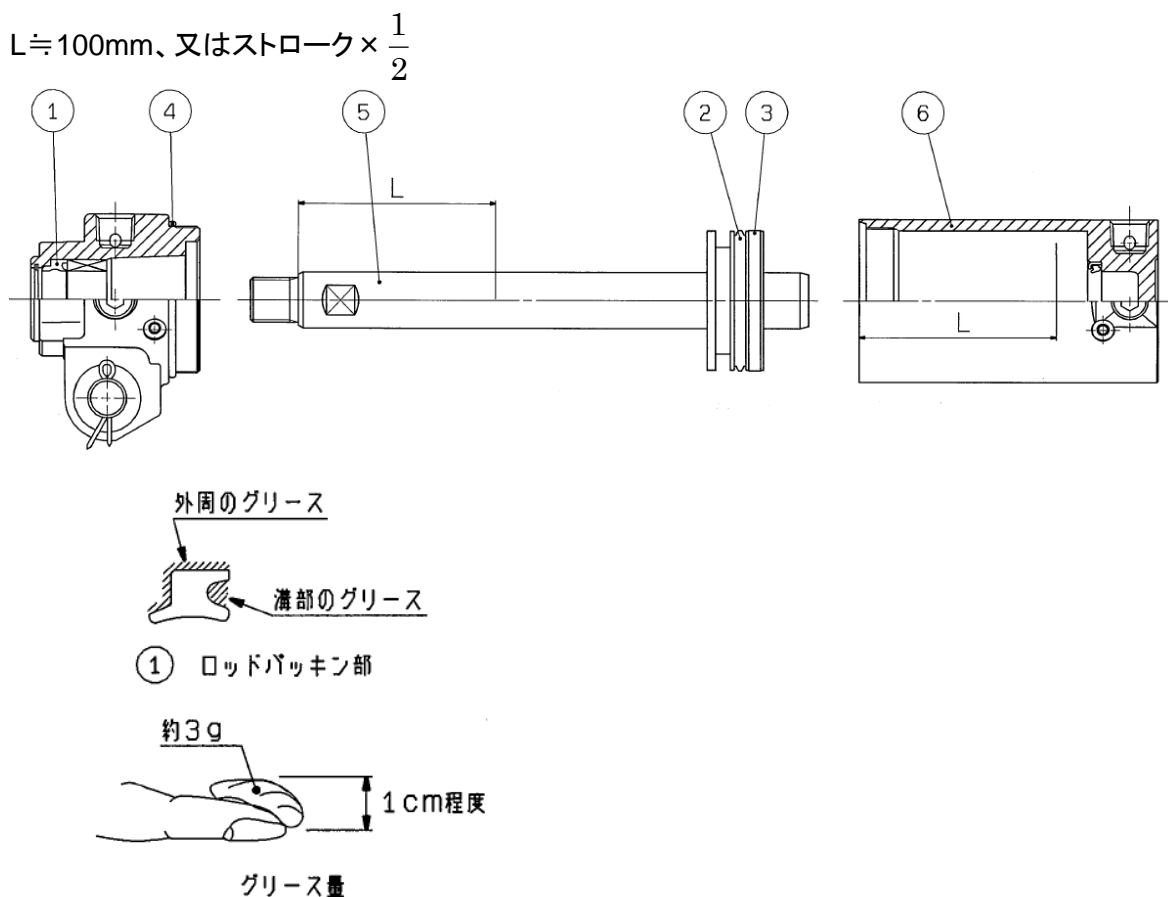

図5. グリース塗布位置
シリンダの各部品には図5の各部分にグリースを塗布しますが、100ストロークのシリンダ1本に付表1の量が必要です。目安としては人差指ですくった程度が約3(g)です。
#### 1) ロッドパッキン(図 5, ① )
#### 2) ピストンパッキン ( 図 5, ② )
#### 3) チューブガスケット ( 図 5, ④ )